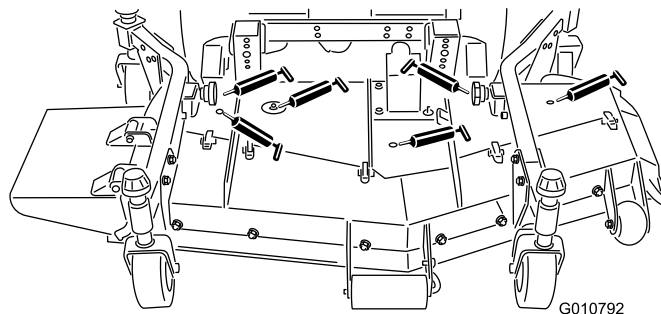

Figure 17
- roulements d'axes de lames (Figure 17)
- rotules de bras de poussée droit et gauche (Figure 17)